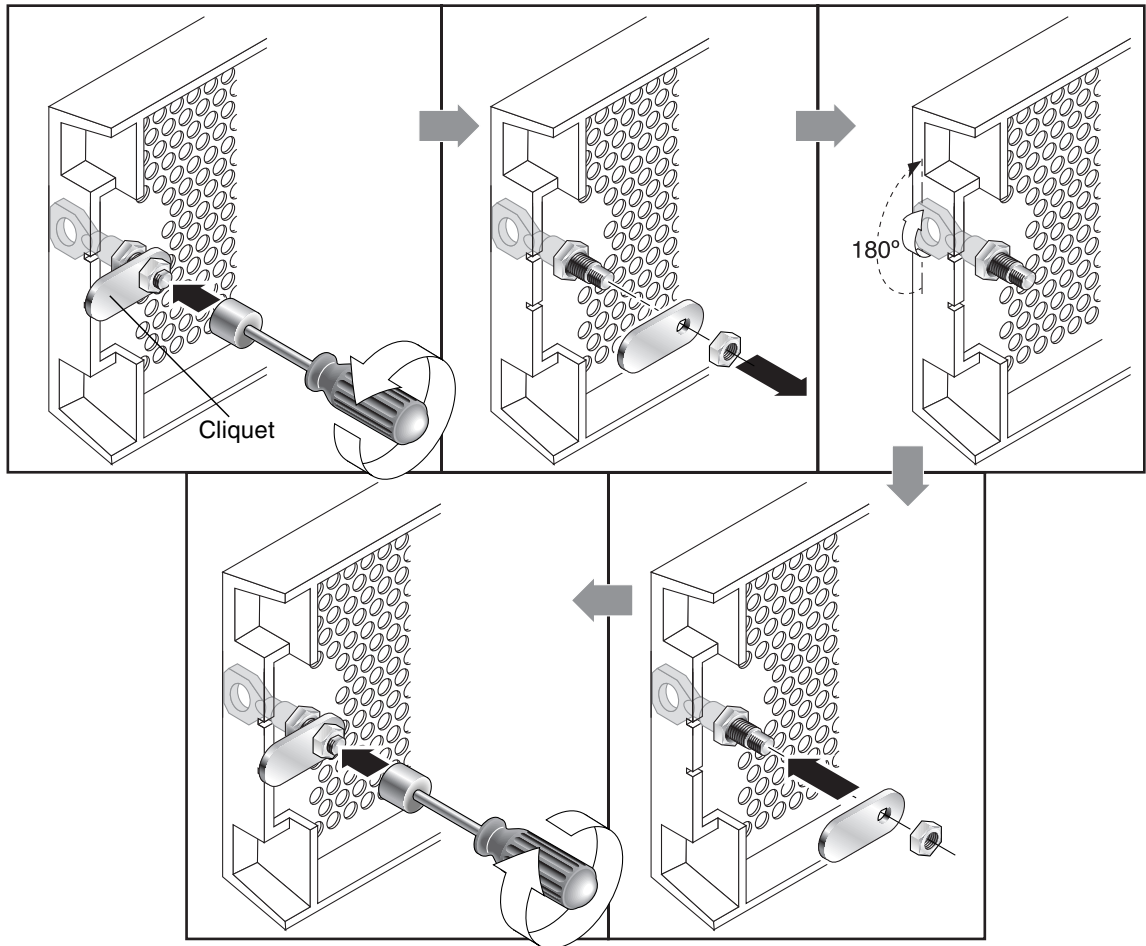

FIGURE 1-2 Séquence à suivre pour modifier les verrous du panneau afin d'empêcher le retrait des clés
1. Retirez le panneau avant en faisant pivoter doucement les bras oscillants hors de leurs supports et assurez-vous que la clé se trouve en position verrouillée, avec le cliquet à l'horizontale et dépassant du bord du panneau (voir la première illustration de la FIGURE 1-2).
2. Maintenez la clé en place et utilisez un tournevis à douille de 12 mm ou de 3/8 de pouce pour retirer l'écrou de verrouillage qui maintient le cliquet en place, comme indiqué dans la première illustration de la FIGURE 1-2.
3. Soulevez le cliquet de la partie filetée du verrou, comme indiqué dans la deuxième illustration de la FIGURE 1-2.
5. Utilisez la clé pour tourner le verrou de 180°, comme indiqué dans la troisième illustration de la FIGURE 1-2.
6. Remplacez le cliquet en veillant à l'orienter de la même façon qu'avant le démontage, comme indiqué dans la quatrième illustration de la FIGURE 1-2.
7. Maintenez la clé en place et utilisez le tournevis à douille pour resserrer l'écrou de verrouillage, comme indiqué dans la cinquième illustration de la FIGURE 1-2. Veillez à ne pas forcer le filetage.